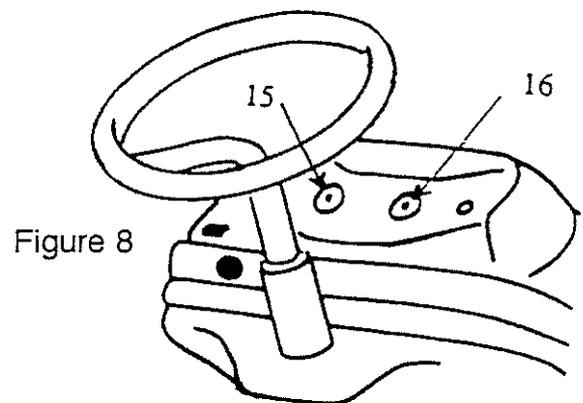

Figure 8
### Témoin de sécurité de démarrage (15) (fig.8)
### Témoin de pression d'huile (16) (fig.8)